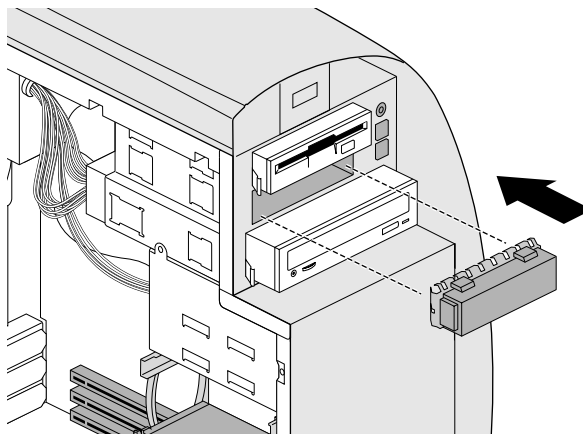

图 4-9 在可拆除介质驱动器盘中安装空面板
7. 如果不是在重装驱动器，可以在盘入口处安装空面板。具体操作如图 4-9 所示。